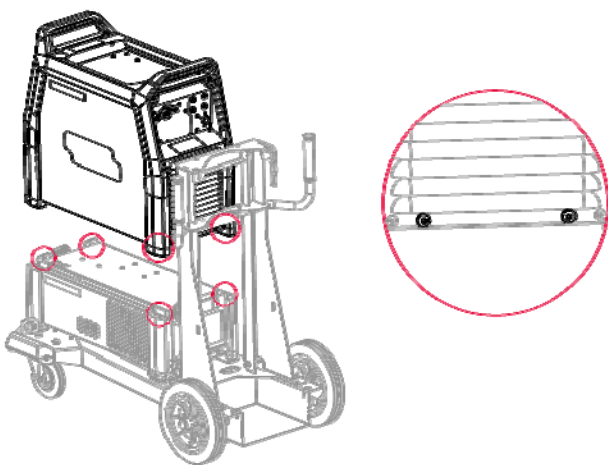

Figura 2
- Coloque el Speedtec sobre la parte superior del refrigerador (Figura 2).